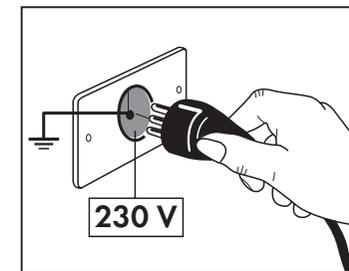

Abb. 1
- Die elektrische Anlage muss laut den geltenden Vorschriften geerdet und mit einem Schutzschalter versehen sein (230 V 50/60 Hz) (Abb. 1)